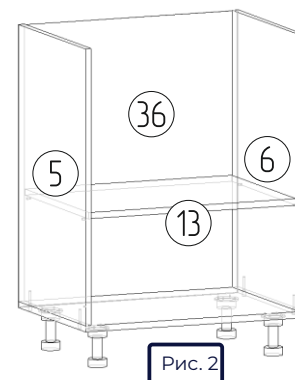

Рис. 2
Рис. 2 Прикрутите к боковинам (5, 6) ответные планки роликовых направляющих. Соедините дно с боковинами (5, 6) евровинтами 7x50. При помощи гвоздей 2,0x25 мм, зафиксируйте заднюю стенку (36) Установите полкодержатели и на них положите полку (13)